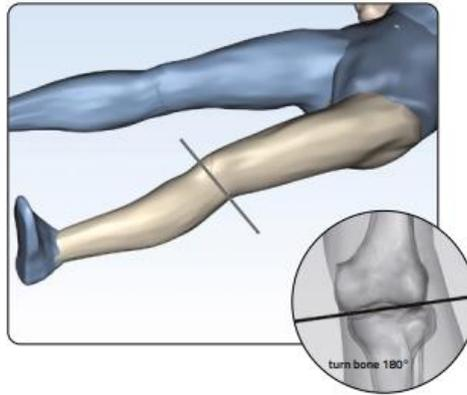

Figura 4: Marcado de la articulación de la rodilla.
- 4- **Marcado del paciente:** Con el intensificador de imágenes, localice la línea de la articulación de la rodilla utilizando un cable colocado sobre la piel. Marque el nivel de la articulación de la rodilla en la piel utilizando un marcador cutáneo quirúrgico. (Figura 4)